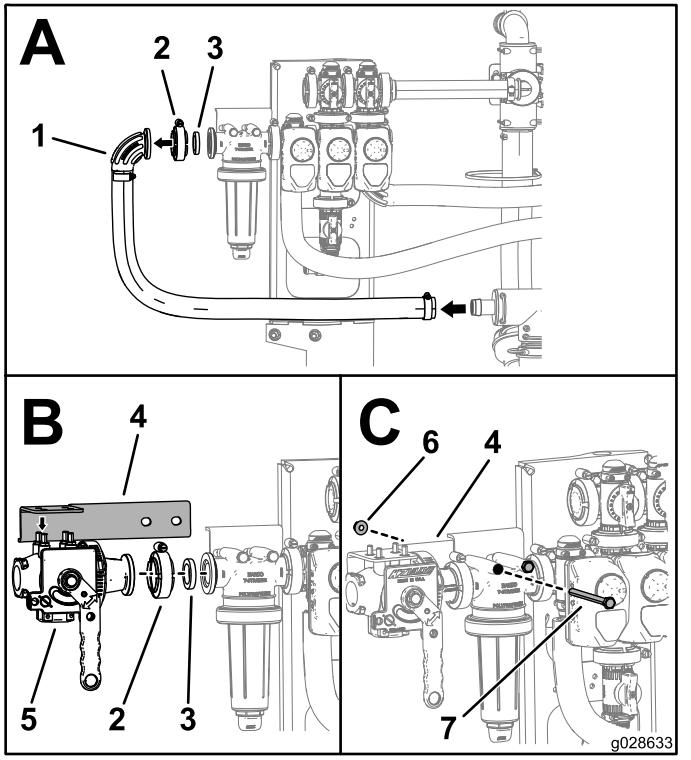

Figure 21
- Retirez le raccord coudé, le collier à bride, le joint, et le flexible d'entrée de la tête du filtre sous pression (encadré A de la Figure 21).
2. Placez le support au sommet de la vanne du mélangeur, comme montré dans l'encadré B de la Figure 21.
3. Montez la vanne du mélangeur avec le joint et le collier à bride retirés à l'opération 1 ; voir l'encadré B de la Figure 21.
4. Fixez le support au bloc de vannes de rampe au moyen des boulons et écrous actuellement montés sur le filtre sous pression ; voir l'encadré C de la Figure 21.